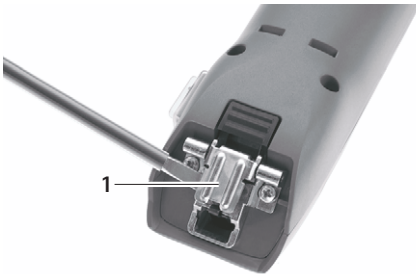

図 1
- 刃のヒンジが閉じている場合：刃のヒンジ 1 をドライバーで開きます、を参照してください図 1。